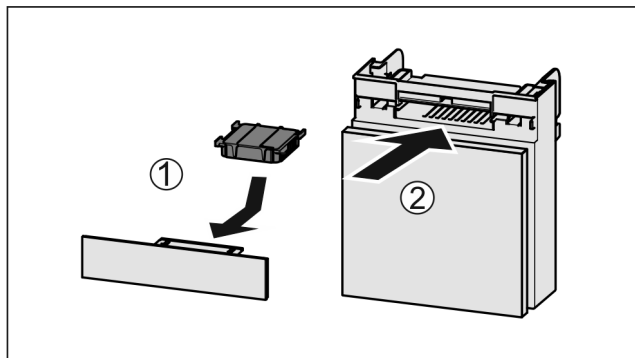

Fig. 91
- ▶ Umetnite filter s aktivnim ugljenom kao što je prikazano na slici Fig. 91 (1).
- ▶ Umetnite pretinac Fig. 91 (2).